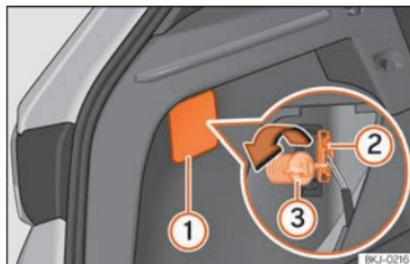
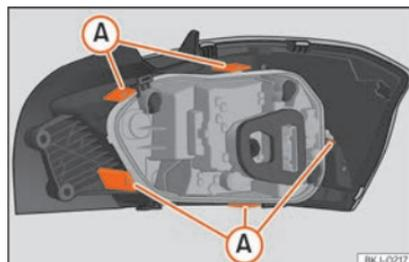

Fig. 58 Bagageira: acesso ao parafuso de fixação da unidade de luz traseira.
Fig. 59 Linguetas de fixação na parte posterior da unidade de luz traseira.
- Retire a tampa fazendo alavanca com o lado plano de uma chave de fendas no entalhe »» **Fig. 58** ①.
- Retire o conector da lâmpada ②.
- Desenrosque com a mão ou com a ajuda de uma chave de fendas o parafuso de fixação do farolim ③.
- Desmonte o porta-lâmpadas desbloqueando as linguetas de fixação »» **Fig. 59** (A).